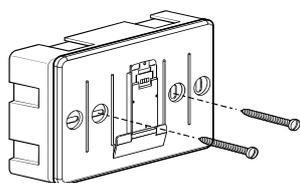

Fig. 13 Fissaggio al muro
- Con le viti in dotazione, fissare la parte inferiore dell'unità di comando al muro. (fig. 13)